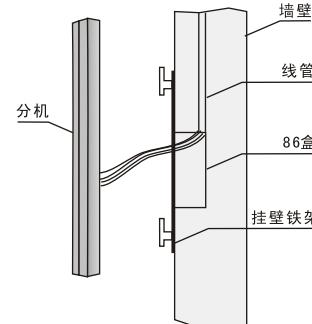

图 4
4. 接好分机线，将分机底部的挂墙口对准挂壁铁架挂钩接入并向下滑至稳固（见图4）。